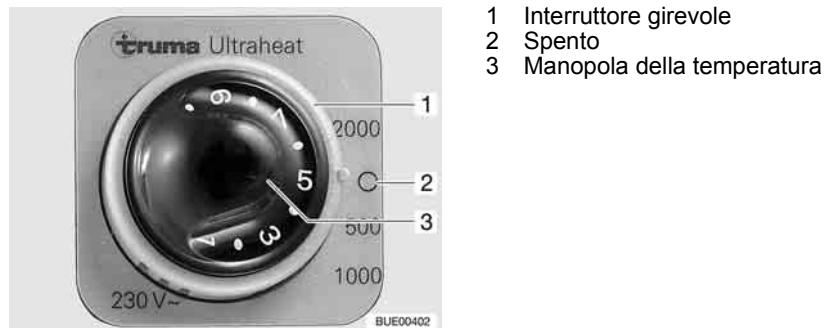

Fig. 98 Elemento di regolazione riscaldamento supplementare elettrico Ultraheat
- Posizionare l'interruttore girevole (Fig. 98,1) sul grado di potenza desiderato (500, 1000 o 2000 W).
- Posizionare la manopola della temperatura (Fig. 98,3) sulla potenza desiderata.
- Posizionare l'interruttore girevole (Fig. 98,1) su "O" (Fig. 98,2).